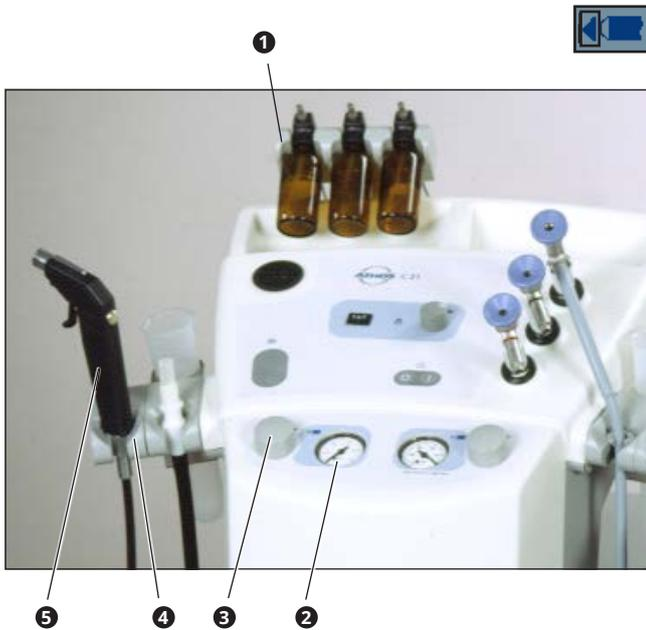

Bild 17. Drucklufteinrichtung
- Einstellen der Druckluftstärke mit Regulierknopf (3, Bild 17) in Verbindung mit der Druckluftanzeige (2, Bild 17).